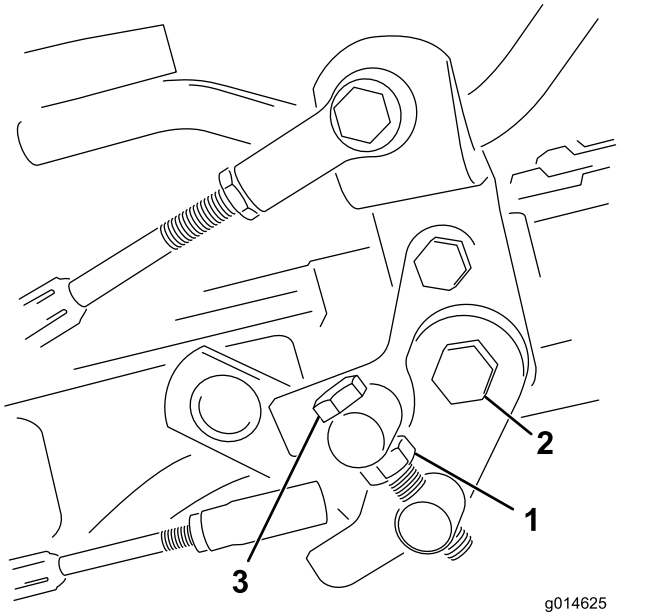

图53
1. 松开枢轴螺栓上的锁紧螺母（图53）。
4. 上紧枢轴螺栓上的锁紧螺母和踏板枢轴上的螺母，锁定调整（图53）。检查调整情况、并按需要调整。